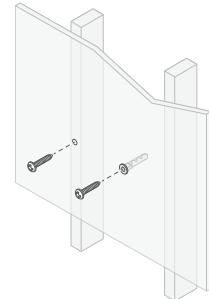

图 5
- 如果您确信墙壁表面后面有螺柱,则将 #10/M5 螺钉(未随附)穿过墙壁并拧入螺柱(见图 5)。
- 如果所选位置的墙后面没有螺柱,请按照墙锚制造商的说明将墙锚(未提供)安装到墙上。每个扬声器始终使用两个墙锚和两个螺钉(见图 5)。对于木质表面和螺柱,请使用木螺钉;对于石膏板或石膏,请使用墙锚;对于砌体,请使用砌体锚栓。